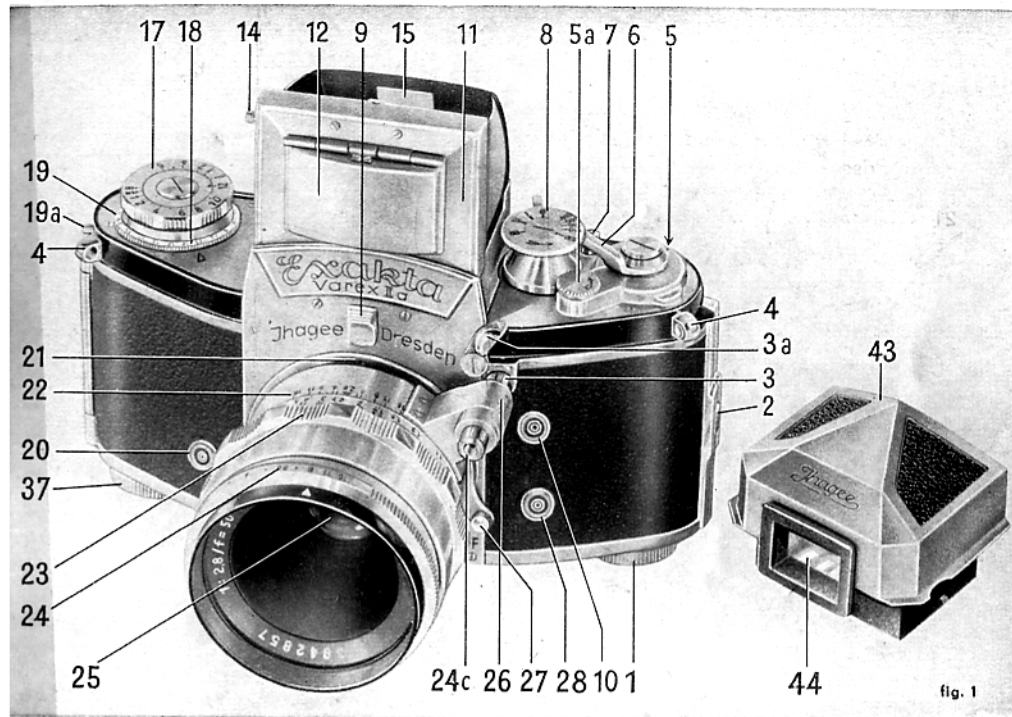
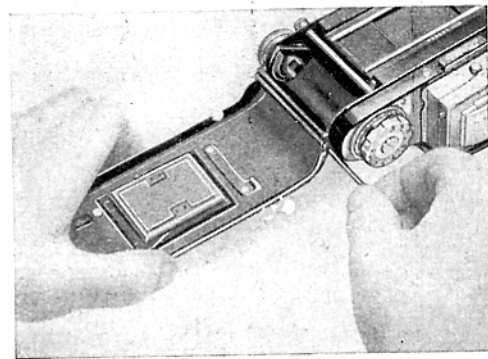

fig. 1
fig. 6
En fermant le dos, veillez à ce qu'il s'engage correctement dans la rainure du boîtier, maintenez-le et tournez le bouton (1) à droite ou à gauche pour qu'il reprenne sa position normale. Le dos est alors parfaitement verrouillé. Il peut se séparer du boîtier lorsqu'il est ouvert, retirez l'axe de la charnière (19a fig. 1, voir également fig. 6).
Si vous fermez l'appareil avec l'axe (19a) enlevé, veillez à ce que les rainures du dos et du boîtier coïncident, replacez (fig. 6) la cheville dans la charnière avec précaution. Le jeu existant est voulu, il ne nuit en rien au bon fonctionnement.